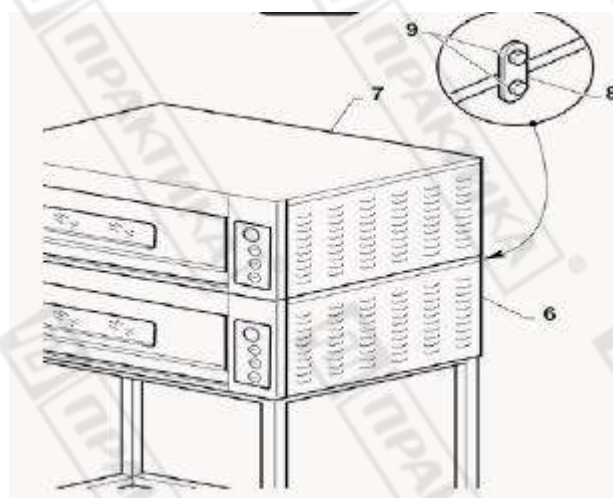

Рисунок 7.
Монтаж двухъярусной или трехъярусной печи (Рис. 7). Для монтажа двухъярусной печи разместите второй уровень печи (7) над первым (6) и закрепите его с помощью кронштейна (8) и винтов (9). Для трехъярусной печи разместите третий уровень печи над вторым и закрепите его, как указано в предыдущем пункте.